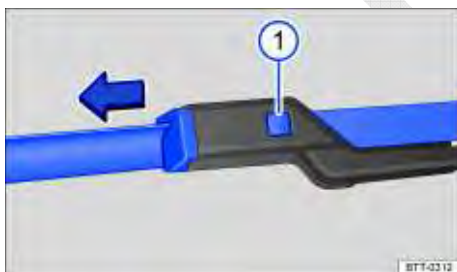

Fig. 135 Substituir as palhetas dos limpadores do para-brisa.
- Manter a tecla de destravamento ⇒ Fig. 135 ① pressionada e, ao mesmo tempo, retirar a palheta dos limpadores do para-brisa no sentido da seta. ▶